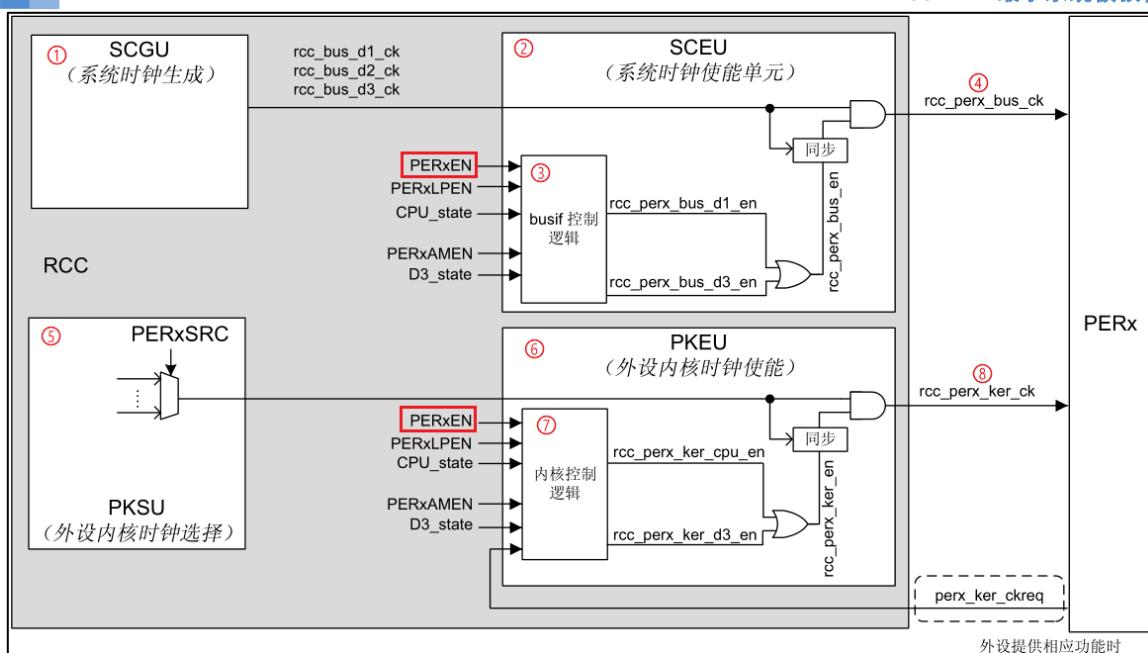

图 8.1.4.1 STM32H750 外设时钟使能框图
接下来我们看看外设时钟使能框图，如图 8.1.4.1 所示：
我们挑选出 8 个重要的地方进行介绍（图 8.1.4.1 中标出的①~⑧）：